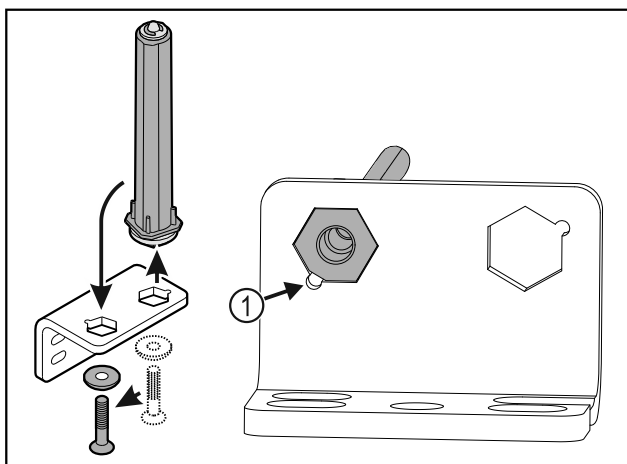

Fig. 39
- ▶ Lors de l'insertion de l'axe, veiller à ce que son chanfrein Fig. 39 (1) soit du côté du trou rond.